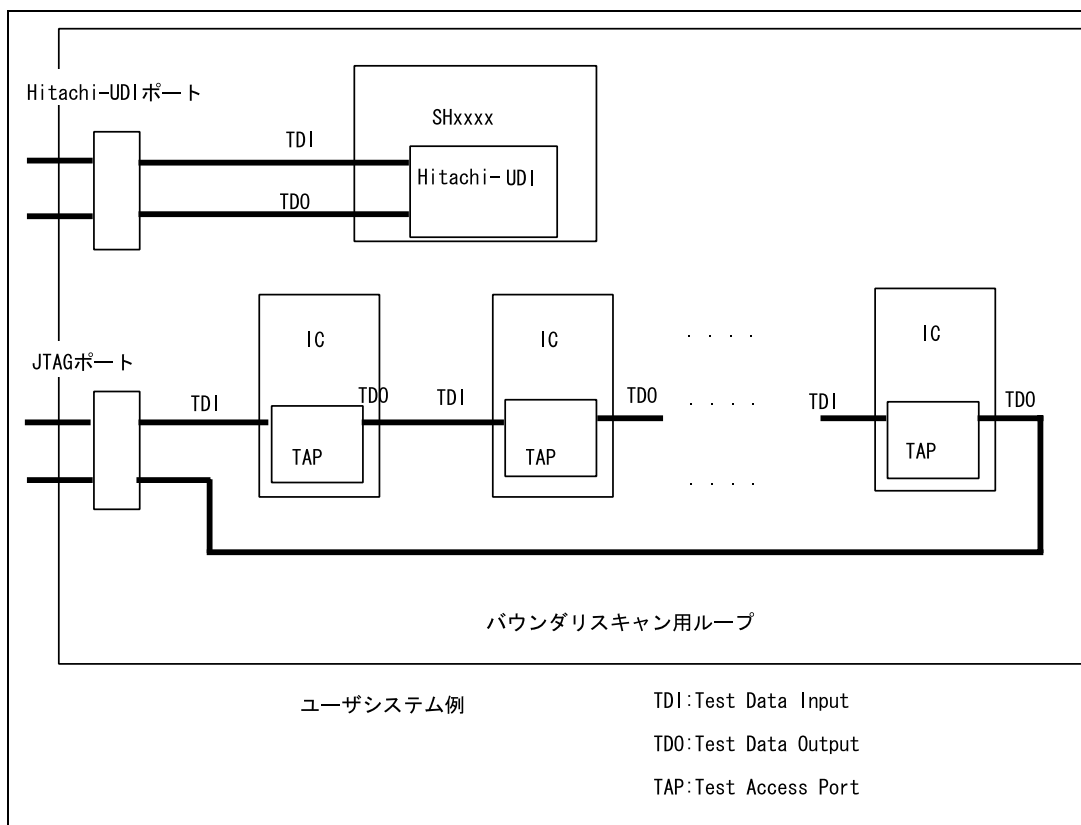

図 2.5 ユーザシステム設計時の注意
5. ユーザシステムを設計する際、バウンダリスキャン用ループにデバイスの TDI 信号、TDO 信号を接続しないでください。または、スイッチ等でデバイスを切り離すようにしてください (図 2.5 参照)。